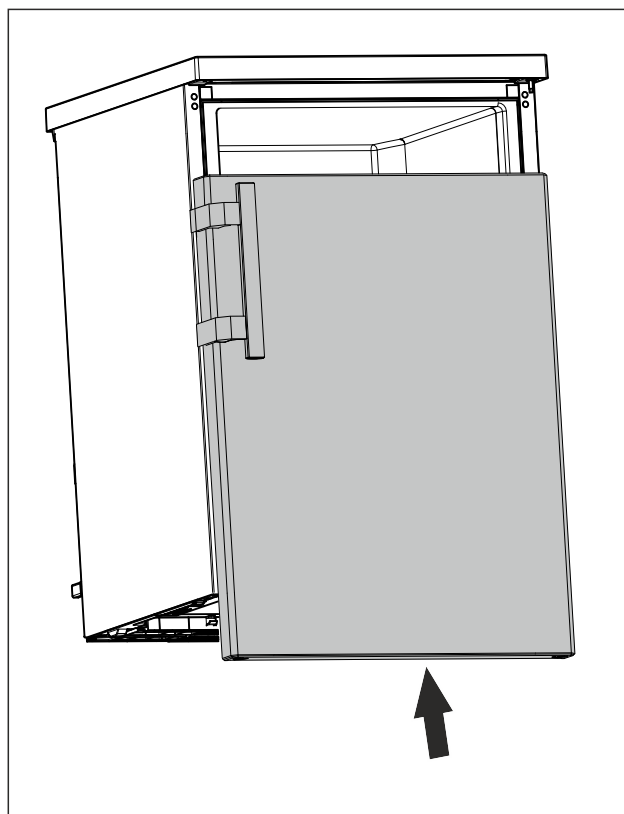

Fig. 20
- ▶ Skyv døren i lukket tilstand på den øvre bolten. (se Fig. 20)